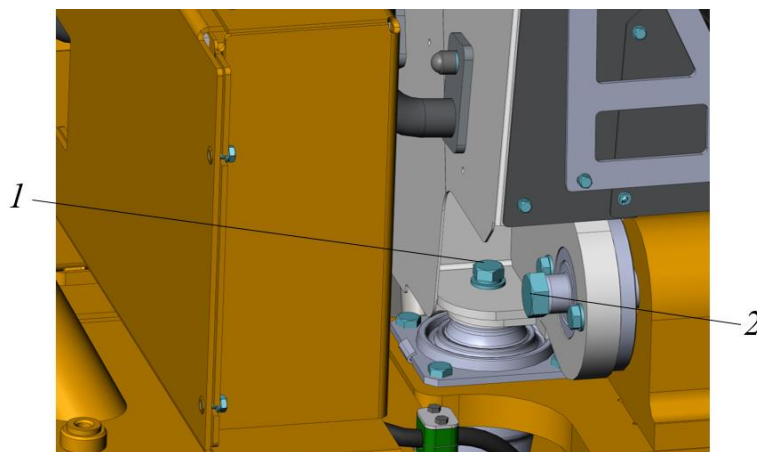

Рисунок 5.19. Крепление задних опор кабины
- ▶ Ключом  на 24 выкрутить болт с шайбой 1 (рис. 5.19) из задней опоры (слева и справа).
- ▶ Ключом  на 30 закрутить ось поворота кабины 2 (рис. 5.19) до контакта с проушиной задней опоры кабины (с моментом затяжки не более 100 Н*м).